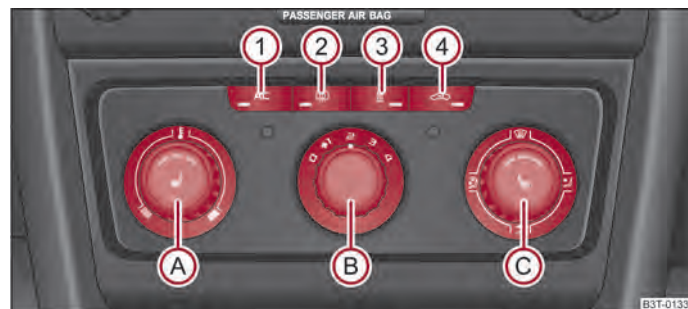

Fig. 110 Sistema de aire acondicionado: Elementos de mando
La refrigeración funciona sólo si se pulsa la tecla  (AC) → fig. 110 ① y se cumplen las siguientes condiciones:
- Gire el regulador giratorio  → fig. 110 hacia la derecha para aumentar la temperatura.
- Pulsar la tecla  ① → fig. 110. En la tecla se encenderá el testigo de control.
- Elementos de mando Ⓐ, Ⓑ, Ⓒ y las teclas ① y ④ ⇒ fig. 110.
- Pulse la tecla ④ ⇒ fig. 110, en la tecla se encenderá el testigo.
Si el regulador distribuidor de aire Ⓒ se encuentra en la posición ⇒ fig. 110, el servicio de aire circulante se desconectará automáticamente. Pulsando repetidamente la tecla , puede volver a conectar el servicio de aire de circulación también en esta posición. ▶